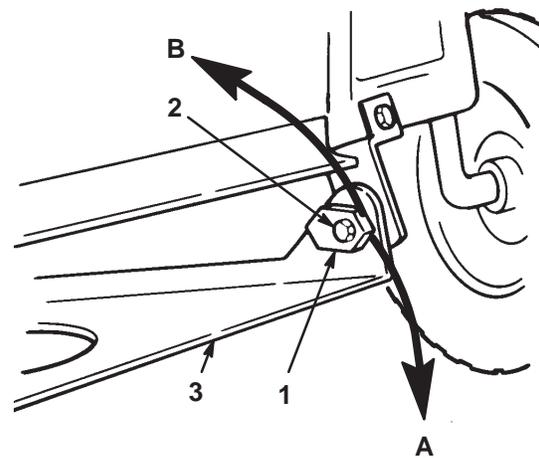

Figure 48
15. Réglez l'inclinaison avant/arrière en tournant les écrous spéciaux situés de part et d'autre du pivot de plateau (Fig. 48).
16. Vissez lentement l'écrou de réglage d'inclinaison gauche vers le bas pour relever l'avant de la machine (Fig. 48). Tournez l'écrou de réglage jusqu'à ce que l'avant du plateau soit de 6 à 16 mm plus bas que l'arrière.